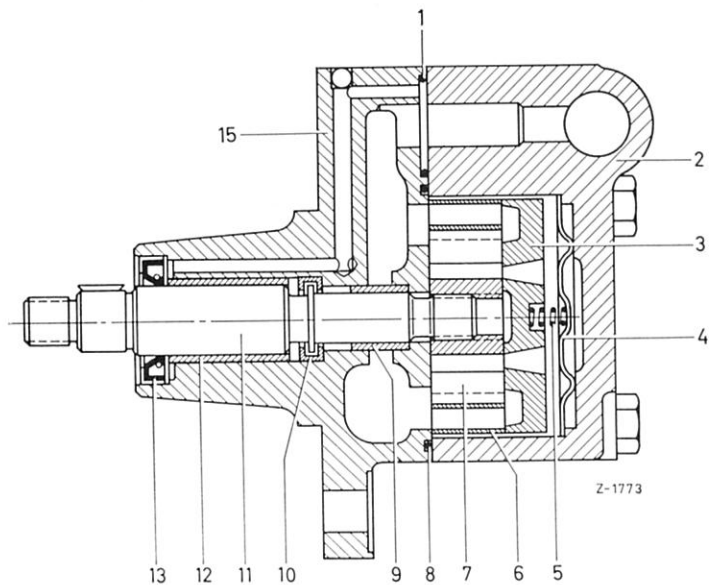

Bild 46-22/7
9 Pumpenflügel in den Nuten des Läufers (7) prüfen. Die Pumpenflügel müssen im Läufer leicht gleiten. Falls notwendig, Pumpenflügel zusammen mit dem Läufer erneuern (Bild 46-22/7).